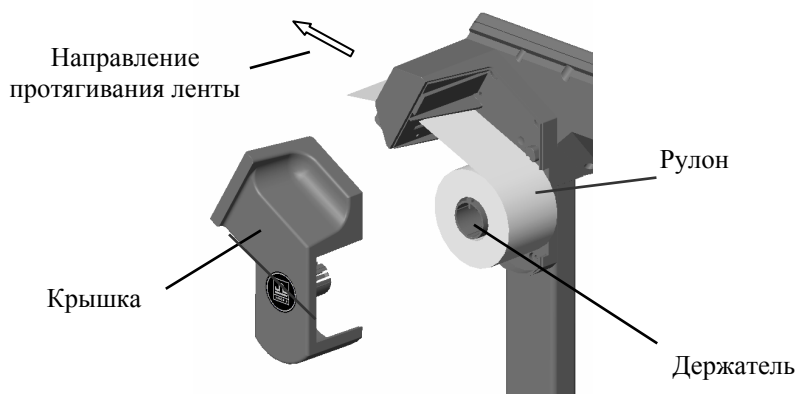

Рис. 6. Установка рулона с этикетками
- Легким рывком снять крышку печатающего устройства (Рис. 6);
- Надеть рулон на держатель (Рис. 6);